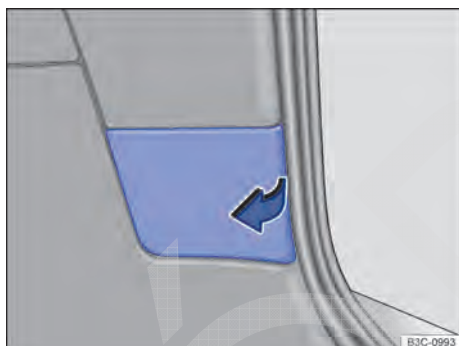

Fig. 276 Na tampa traseira: retirar a cobertura.
3. Com a lâmina da chave de fenda das ferramentas de bordo ⇒ Página 416, levantar cuidadosamente a cobertura ⇒ Fig. 276.